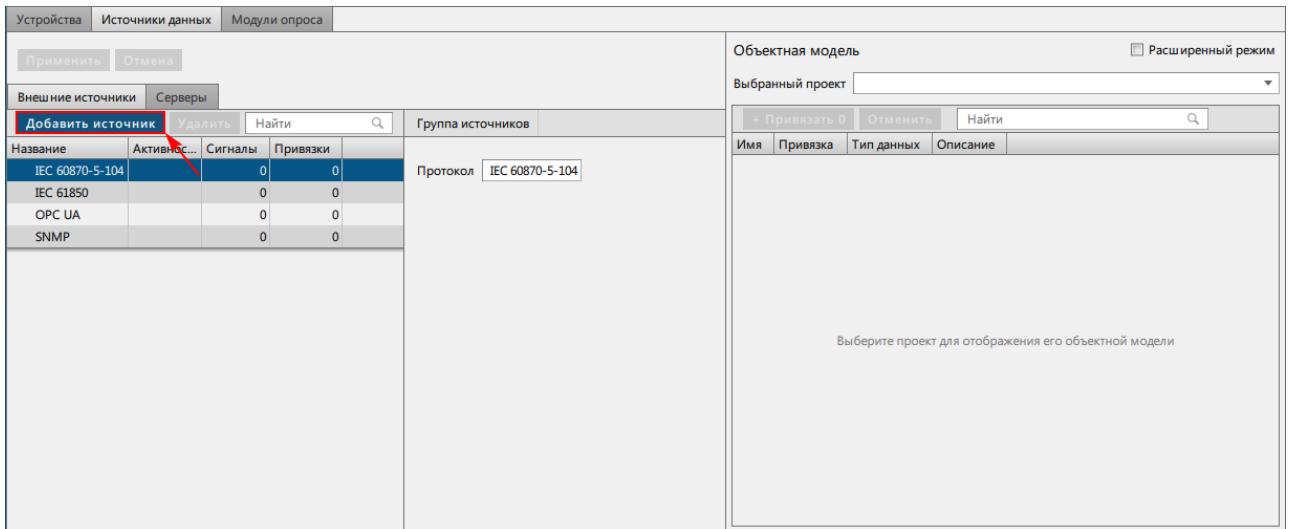

Рисунок 176 - Добавить источник
- Добавьте источник: **Источники данных** → **Внешние источники** → **IEC 60870-5-104** → **Добавить источник** (Рисунок 176).